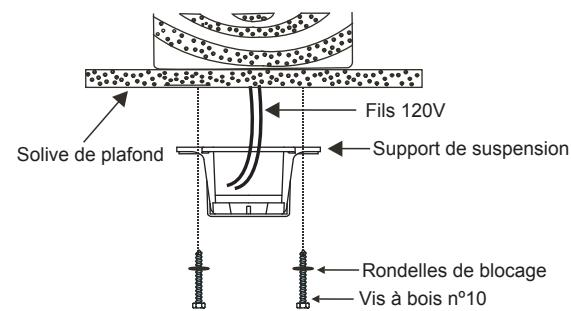

Fig. 7
**Étape 4A.**Fixez le support de montage directement sur une solive de la structure du bâtiment.Utilisez uniquement les vis à bois et les rondelles de blocage fournies avec le ventilateur. **(Fig. 7)** **REMARQUE : CETTE ÉTAPE NE CONCERNE QUE LES INSTALLATIONS AU CANADA.**
**MISE EN GARDE !** LE SUPPORT DE SUSPENSION DOIT ÊTRE INSTALLÉ DIRECTEMENT SUR LA SOLIVE DU BÂTIMENT AVEC LES DEUX VIS À BOIS ET LES RONDELLES FOURNIES. **(Fig. 7)**